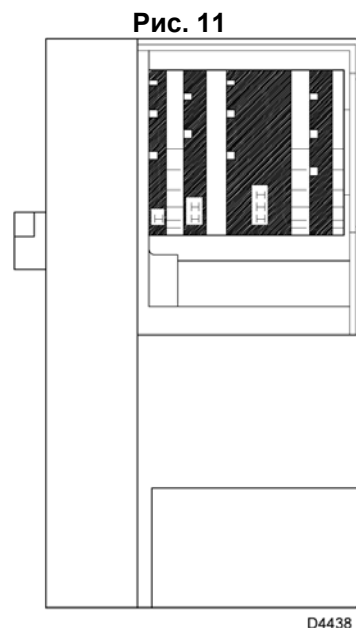

Рис. 11
6.3 РЕГУЛИРОВКА СЕРВОДВИГАТЕЛЯ ВОЗДУШНОЙ ЗАСЛОНКИ (смотри рис. 11)